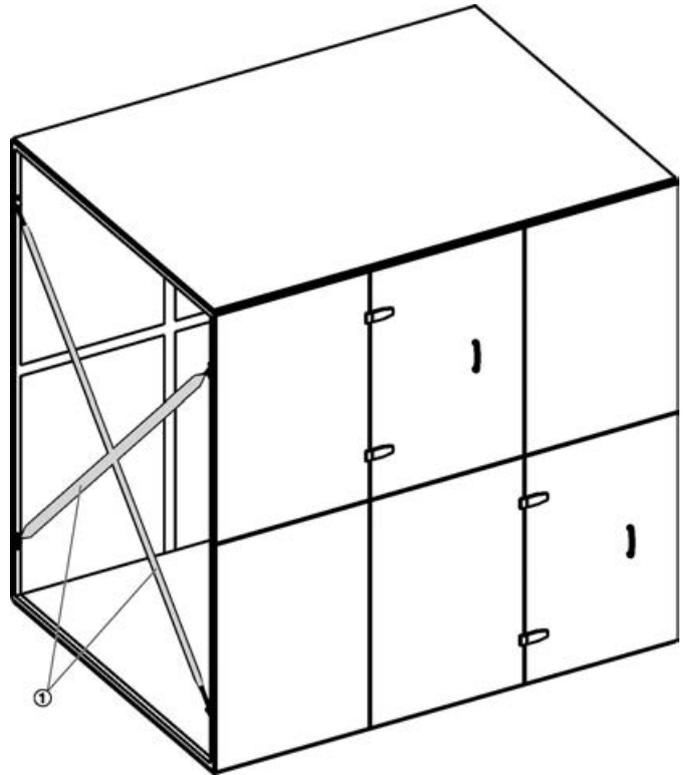

Abb. 9: Verstreben mit Bändern
- ▶ Die Transportverstreben (Abb. 9 /1) abschneiden und komplett entfernen.